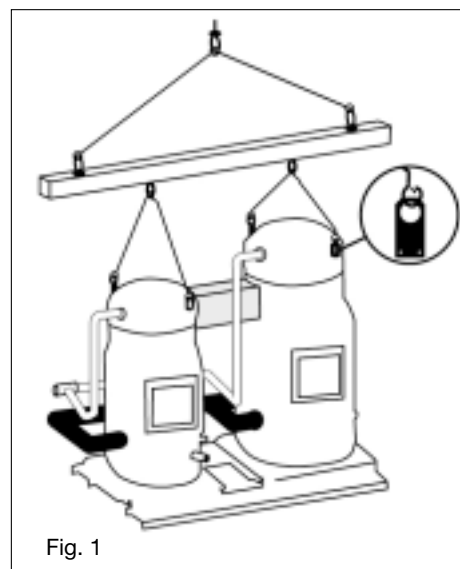

Fig. 1
• Bitte beachten, dass alle Handhabungen der Einheit mit äußerster Sorgfalt erfolgen soll, um Stöße zu vermeiden. Beim Auspacken und für die Handhabung sind geeignete und sichere Hebwerkzeuge einzusetzen (siehe Fig.1). Die maximale Tragfähigkeit pro Tragriemen des Förderkrans darf nicht geringer als 225 kg sein.
• Zur Montage der TWIN-Einheit sind ein Förderkran und die dafür vorgesehenen Transportgriffe zu benutzen, wie in Fig.1 dargestellt, darüber hinaus sind die nachfol-